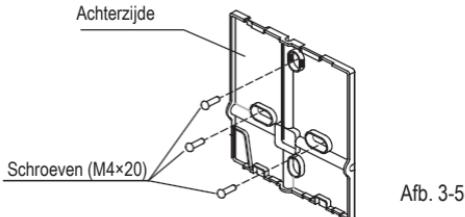

Afb. 3-4
- Haak een schroevendraaier in de gleuven aan de onderkant van de bedrade afstandsbediening (2 plaatsen) en verwijder de bovenkant van de bedrade afstandsbediening. (Afb. 3-4)